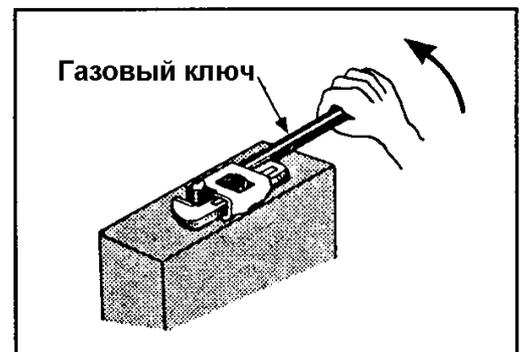

Рис. 4-13 Удаление сломанного болта
2). Если обломок болта выступает над поверхностью на достаточную длину, то смотри рис. 4-13.